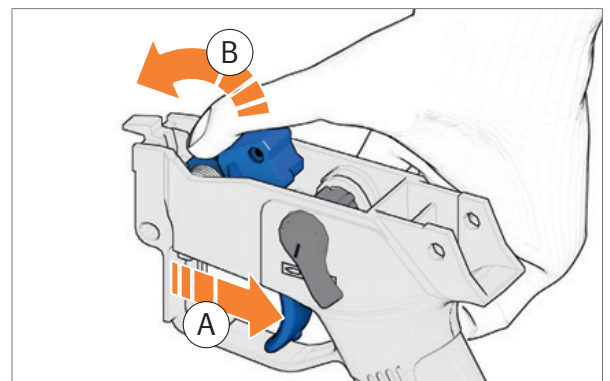

Abb. 15: Hahn langsam nach vorne führen
3. Hahn halten (*Abb. 15*).
4. Abzug betätigen und halten (*Abb. 15*).
5. Hahn langsam nach vorne führen (*Abb. 15*).